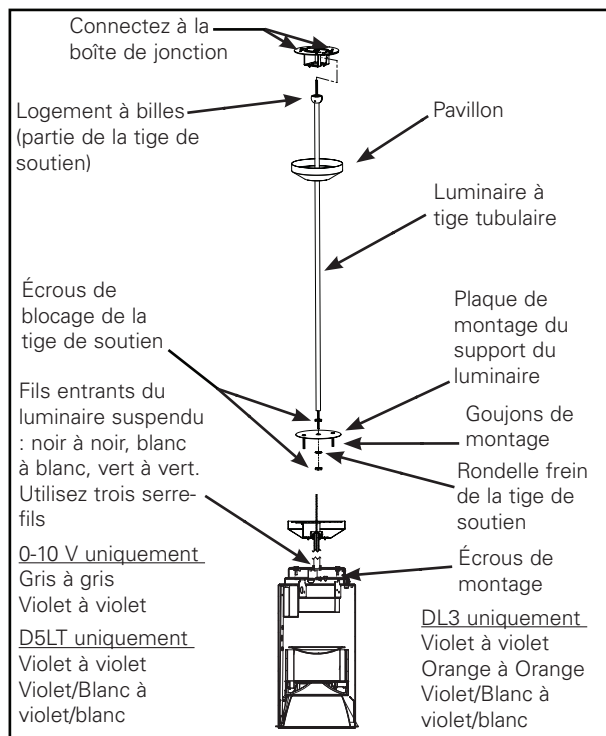

Figure 1.
8. Glissez l'extrémité à bille de la tige et l'assemblage du luminaire dans le support à pivot puis épissez les fils du bloc d'alimentation (Figure 1). (consultez la fiche d'instructions).
9. Glissez le pavillon par-dessus le support à pivot et fixez-le en le tordant pour enclencher les oreilles sur ce dernier (Figure 1).
10. Installez les modules et la garniture selon les instructions fournies avec le boîtier (Figure 1).